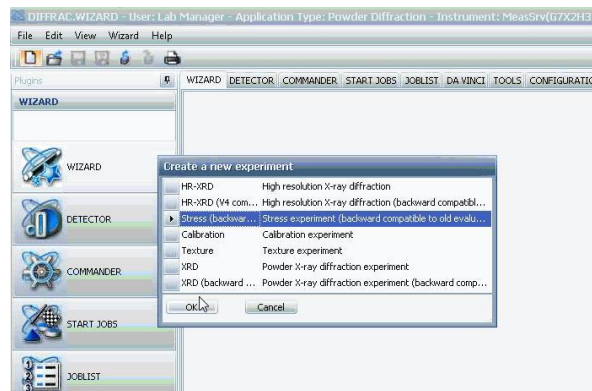
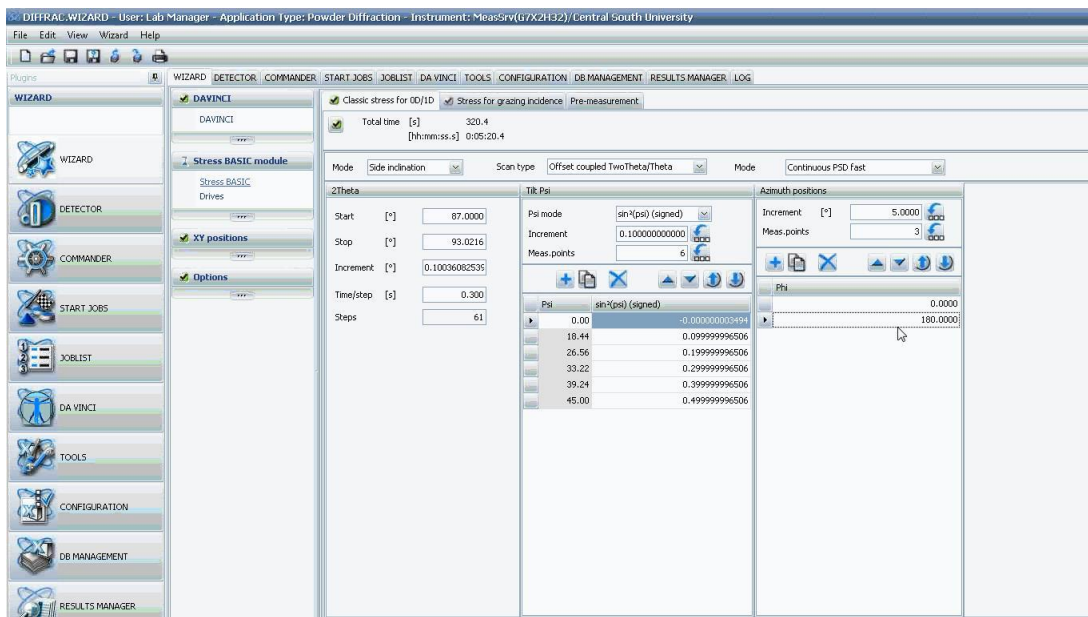

图 8-7
图 8-9
8.8 在 XRD wizard 中进行测试参数设置：（1）打开 XRD wizard 软件，点击 New 一 stress 在出现的界面上（图 8-7），如果没有需要改的参数，点击 OK 即可。（2）在达芬奇界面上（图 8-9），Generator 界面设定电压和电流（40kV 和 40mA），前置 Twin 选择狭缝光路，0.5 度；后置 Twin 选择固定 5.8mm 开口；探测器可以选择一维固定扫描（fixed scan）或连续扫描，取决于衍射峰的宽度。（3）. 在 Lynxeye Detector 界面设定探测器的能量分辨率，根据材料的要求选择能量窗口，例如 Cu 靶 Fe 样品选择 0.18 下限。（4）在 Stress Basic 界面上，mode 选择 Side-inclination 测量方式；设定测量的角度范围，步长以及每步时间。分别设定 chi 倾斜范围一般设定 Start 从 0 开始，Stop 设为  $45^{\circ}$ ，即样品的倾斜角度为  $0-45^{\circ}$ ，psi mode 选择  $\sin(\psi)^2$ ，Increment 为 0.1，（或 psi mode 选择 psi，选择 Increment 为  $9^{\circ}$ ，即每隔  $9^{\circ}$  进行一次数据采集即每隔  $9^{\circ}$  进行一次数据采集）；设定 phi 轴角度，对于非各向异性的应力样品一般设置 start 为  $0^{\circ}$ ，stop 为  $180^{\circ}$ ，increment 为  $180^{\circ}$ ，即只在  $0^{\circ}$  及  $180^{\circ}$  进行测试（图 8-9）。（7）. 设定完毕后将设置测量脚本存为 bsml 格式。例如存为 Fe-211-stress.bsml。